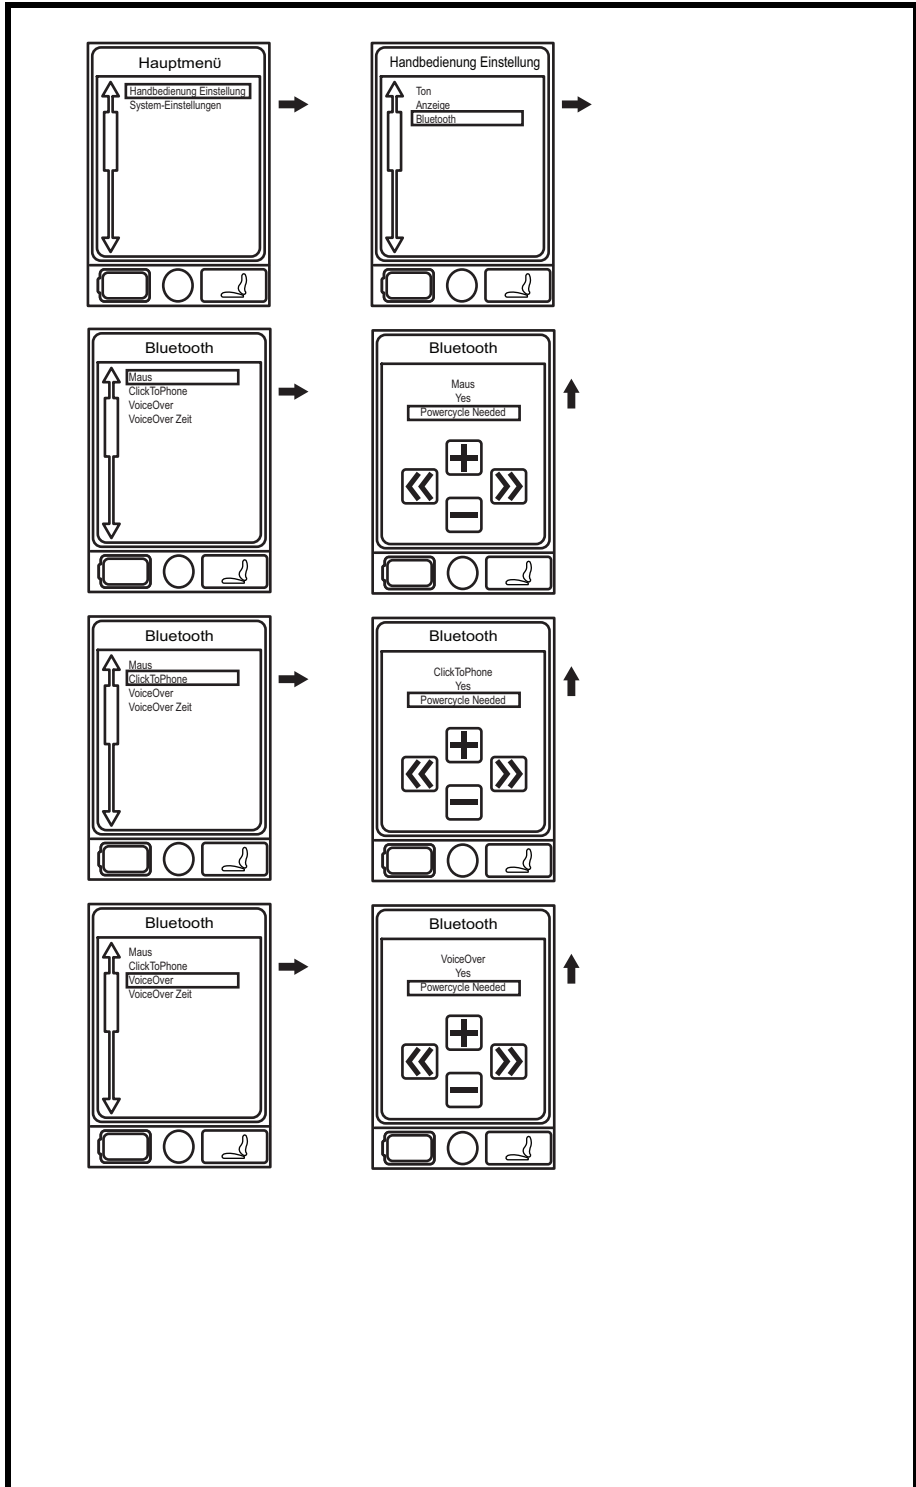

Abb. 3A. Bluetooth-Menü
2. Drücken Sie den Menü-Knopf, um das Hauptmenü aufzurufen. **Siehe Abbildung 3A.**
3. Nutzen Sie den Steuerknüppel, um die Einstellungen für die Handsteuerung zu markieren, und drücken Sie den Steuerknüppel anschließend nach rechts, um diese Funktion auszuwählen. **Siehe Abbildung 3A.**
6. Drücken Sie den Steuerknüppel nach vorne, um den Bluetooth-Bildschirm zu aktivieren. **Siehe Abbildung 3A.**